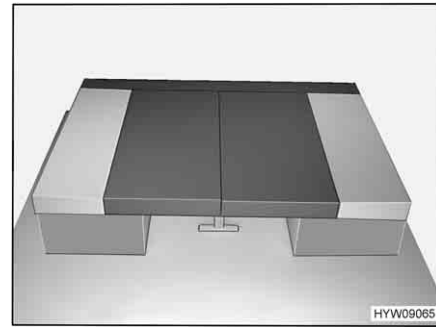

Fig. 79 Dopo la trasformazione
- Sistemare i cuscini del divano e dello schienale come illustrato nella Fig. 79.